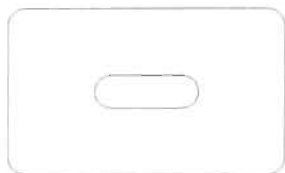

图 10-32
(1) 打开配套光盘中的“操作示例 10-1.dwg”文件, 如图 10-32 所示, 对图形进行水平型和垂直型尺寸标注。
(2) 执行“标注>线性”菜单命令, 命令执行过程如下。